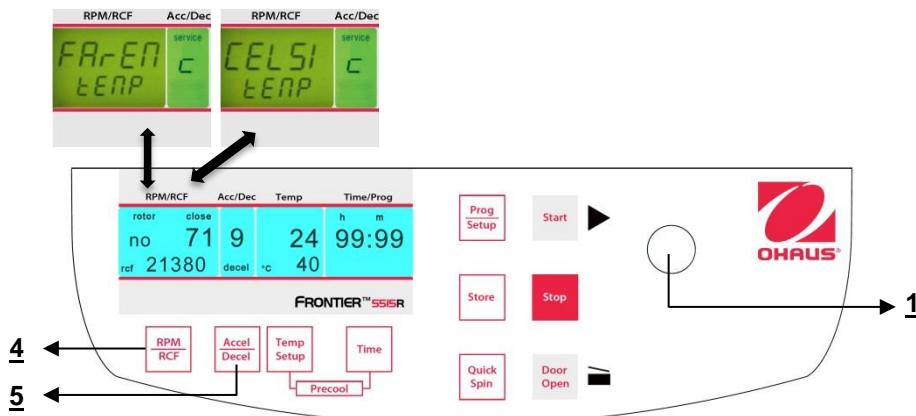

Abbildung. 32
Fahren Sie fort wie unter Punkt 4.1.2 beschrieben, um in den Programmmodus einzutreten und drücken Sie dann die Taste "Accel/Decel" (5). Auf der Anzeige "Acc/Dec" (A-2) erscheint das Wort "Service". Wählen Sie nun den Buchstaben "C" mit Hilfe des Anpassungsknopfes (1). Als Ergebnis erscheinen auf der Anzeige "RPM | RCF" (A-1) die Worte "CELSI/temp". Wenn Sie die Taste "RPM | RCF" (4) drücken, blinkt das Wort "CELSI" und Sie können mit dem Anpassungsknopf (1) die Anzeige in Fahrenheit "FAREN" ändern (siehe Abbildung 32).